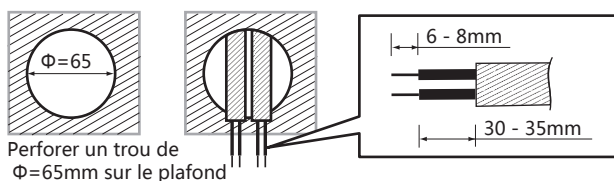

FIG.12
- Pour installer le détecteur, veuillez perforez un trou de diamètre 65 mm sur le tableau du plafond et maintenir le câble d' alimentation à l' extérieur. Veuillez dénuder 6-8 mm pour faciliter le câblage. (Voir FIG.12)